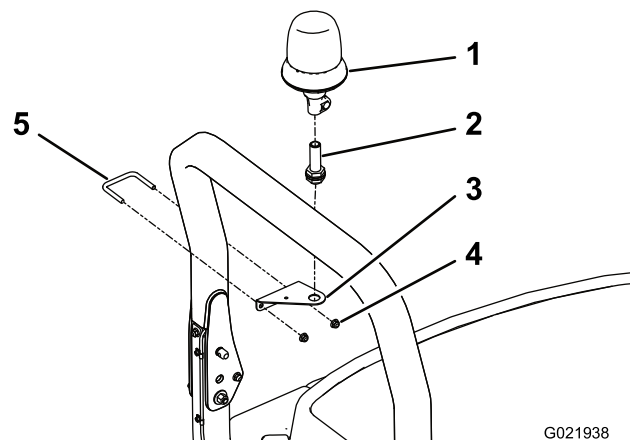

Figura 4
2. Prenda sem apertar a montagem do sinal luminoso (ROPS) à lateral do ROPS com uma cavilha em U e (2) porcas flangeadas 3/8 pol., posicionando como se mostra em Figura 4.
4. Monte a tomada do sinal luminoso na montagem do sinal luminoso com a porca de bloqueio incluída (Figura 4).
5. Ligue o sinal luminoso à tomada e aperte a porca de orelhas (Figura 4).